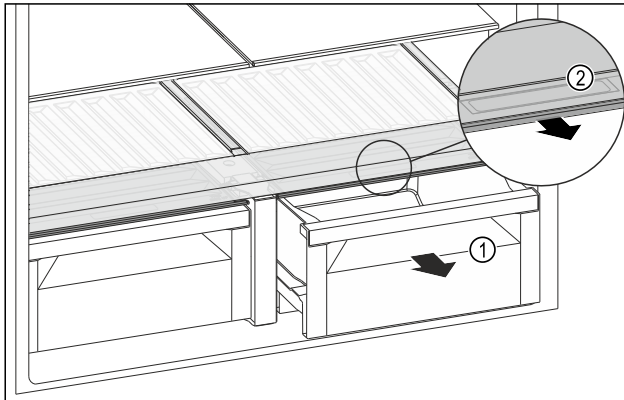

Fig. 122
- Schubfach Fig. 122 (1) herausziehen.
- Griffmulde Fig. 122 (2) am Fachdeckel anfassen und Fachdeckel gleichzeitig nach vorne ziehen.